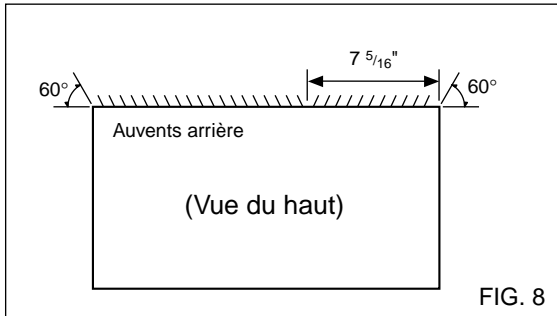

FIG. 8
- 1** Réorientez les auvents au dos du manchon à un angle de 60° comme montré dans la FIG 8. L'utilisation des pinces est recommandée.